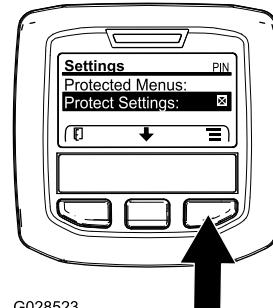

Figura 44
1. No MENU PRINCIPAL, use o botão central para rolar até o MENU CONFIGURAÇÕES e pressione o botão direito (Figura 44).